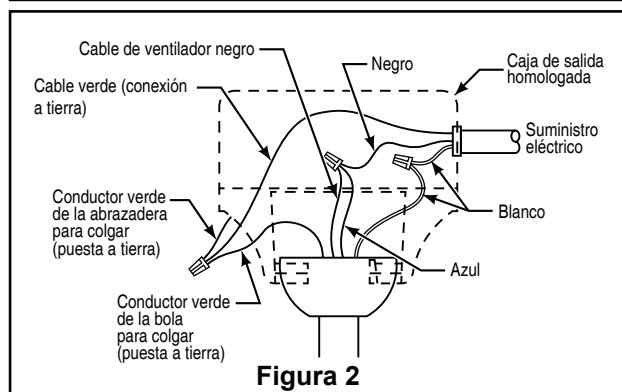

Figura 2
1. Conecte el conductor verde con conexión a tierra de la bola para colgar y el conductor verde con conexión a tierra de la abrazadera para colgar al conductor de suministro con conexión a tierra (posiblemente un conductor desnudo o un cable con aislante verde). Conecte los cables a los conectores provistos de forma segura. Conecte el conductor blanco. (Figura 2)
2. provistos de forma segura. Conecte el conductor blanco del motor del ventilador al conductor blanco (neutro) mediante el conector provisto de forma segura. Conecte el conductor negro del motor del ventilador y el conector azul al conductor negro mediante el conector provisto de forma segura. (Figura 2)